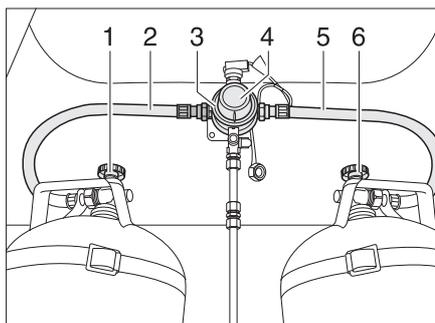
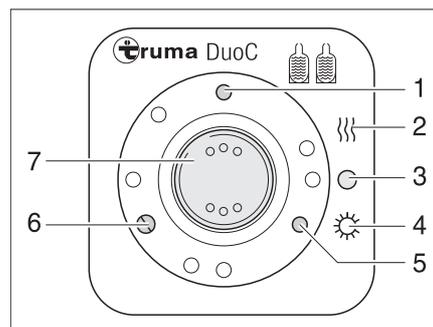

Fig. 90 Dispositif de commutation DuoControl
Fig. 91 Unité de commande
Le dispositif de commutation DuoControl consiste en une robinetterie de commutation (Fig. 90,3) et l'unité de commande (Fig. 91). La robinetterie de commutation est montée entre les flexibles de gaz (Fig. 90,2 et 5). Un bouton rotatif (Fig. 90,4) situé sur la robinetterie de commutation permet de définir laquelle des bouteilles de gaz est celle de service et laquelle est celle de réserve.
Seules les fonctions électriques peuvent être activées sur l'unité de commande (Fig. 91). Les robinets principaux des bouteilles de gaz (Fig. 90,1 et 6) doivent être ouverts manuellement.
La robinetterie de commutation garantit une pression du gaz constante, indépendamment de la bouteille qui fournit le gaz. Les deux voyants de contrôle sur l'unité de commande indiquent le niveau de remplissage de la bouteille de service. Quand le voyant de contrôle (Fig. 91,6) est vert, la bouteille de service est pleine. Quand le voyant de contrôle (Fig. 91,5) est rouge, la bouteille de service est vide. L'alimentation en gaz se fait alors via la bouteille de réserve.
- Ouvrir les robinets principaux des bouteilles de gaz (Fig. 90,1 et 6).
- Avec le bouton rotatif (Fig. 90,4) situé sur la robinetterie de commutation (Fig. 90,3), sélectionner la bouteille de gaz à partir de laquelle le gaz sera utilisé principalement (bouteille de service).
- Mettre en service le dispositif de commutation DuoControl sur l'unité de commande (Fig. 91).
- Pour ce faire, régler le commutateur à bascule (Fig. 91,7) sur régime hiver "Marche et chauffage" (Fig. 91,2) ou bien sur régime été "Marche" (Fig. 91,4). La robinetterie de commutation est maintenant purgée. Le voyant de contrôle jaune (Fig. 91,1) s'allume lorsque le régime hiver est sélectionné et que l'installation de dégivrage du régulateur est enclenchée.
- Mettre le commutateur à bascule (Fig. 91,7) sur "O" (Fig. 91,3). Le voyant de contrôle jaune (Fig. 91,1) s'éteint.
- Fermer les robinets principaux des bouteilles de gaz (Fig. 90,1 et 6).
Affichage à distance Les voyants de contrôle de l'unité de commande (Fig. 91,5 et 6) signalent à l'intérieur du véhicule si la bouteille de gaz est en état de marche.
Remplacement des bouteilles de gaz Lorsque le voyant de contrôle vert (Fig. 91,6) s'éteint pendant le fonctionnement et que le voyant de contrôle rouge (Fig. 91,5) s'allume, la bonbonne de gaz sélectionnée comme bouteille de service est vide et doit être remplacée. La bouteille de réserve alimente les appareils à gaz.